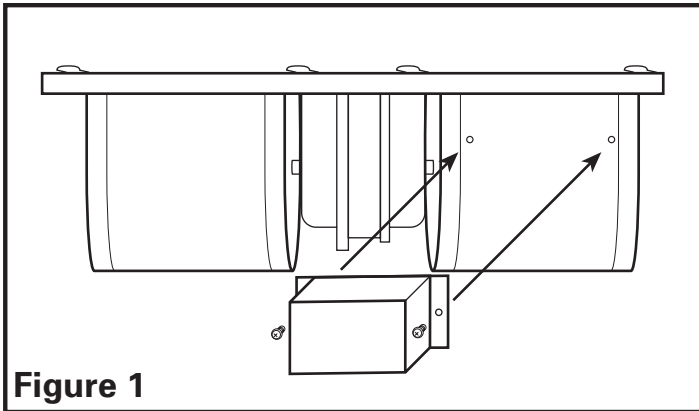

Figure 1
2. Position the capacitor cover over the two holes in the blower housing & attach using the two #6 screws provided (**Figure 1**).
- Placez la couverture du condensateur au-dessus des deux trous dans le logement du ventilateur et attachez en utilisant les deux vis #6 fournies (**Figure 1**).